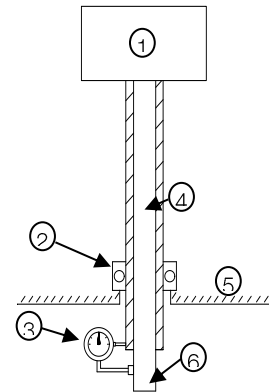

Figura 4.12: Alineación de motor con eje hueco
1. Fijar el reloj indicador a través de su base magnética en el eje de la bomba y alinearlos con la superficie base (eje del motor), ajustando el reloj indicador en cero (Figura 4.12);
Detalle de la Figura 4.12